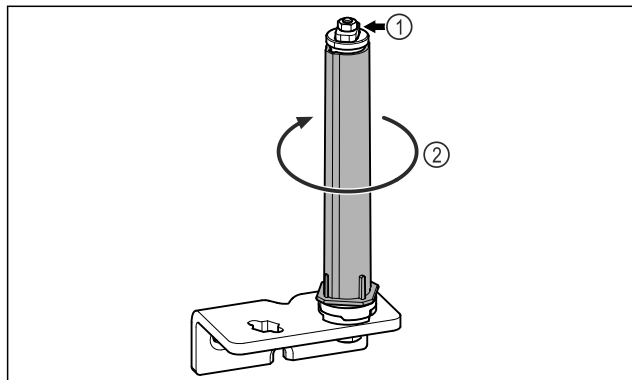

Fig. 12
- Ne razstavite sistema za zaklepanje vrat Fig. 12 (1).
- Obračajte zaporni sistem Fig. 12 (2), dokler ne klikne.